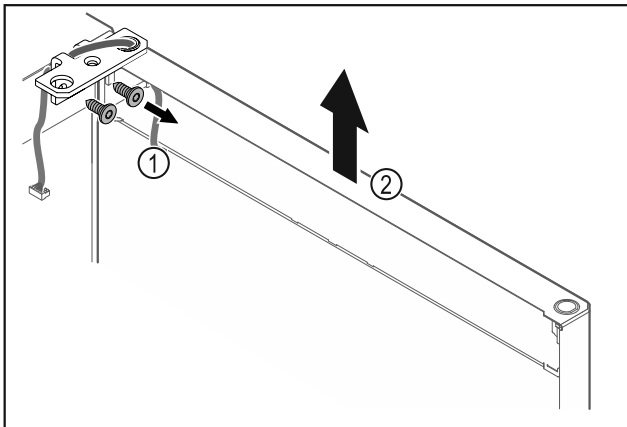

Fig. 12
- ▶ Ξεβιδώστε τη γωνία μεντεσέ Fig. 12 (1).
- ▶ Σηκώστε την πόρτα μαζί με τη γωνία μεντεσέ Fig. 12 (2) περίπου 200 mm ευθεία προς τα επάνω και αφαιρέστε τη.